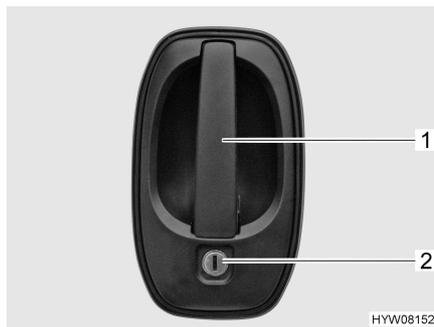

Fig. 15 Serrure de la porte (porte chauffeur, porte cellule, à l'extérieur)
- Insérer la clé dans le barillet (Fig. 15,2) et la tourner jusqu'à ce que la serrure de la porte soit déverrouillée.
- Tirer sur la poignée de la porte (Fig. 15,1). La porte est ouverte.
- Insérer la clé dans le barillet (Fig. 15,2) et la tourner jusqu'à ce que la serrure de la porte soit verrouillée.